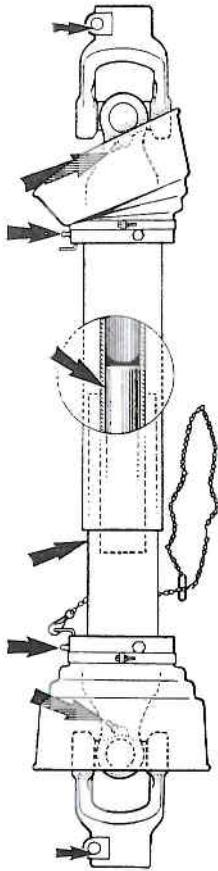

Abb. 23
- I. Verdrehen durch Überschreiten des zulässigen Drehmoments (Abb. 23)